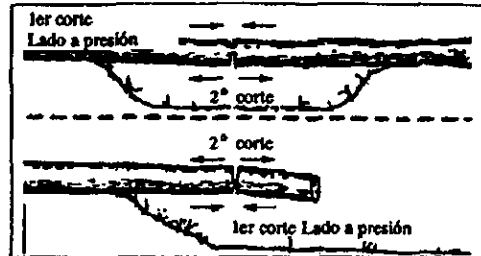

Figura 22
- Preste especial atención a los troncos que estén bajo presión para evitar que se atrape la sierra. Efectúe el primer corte en el lado a presión para relevar el esfuerzo en el tronco. Figura 22.